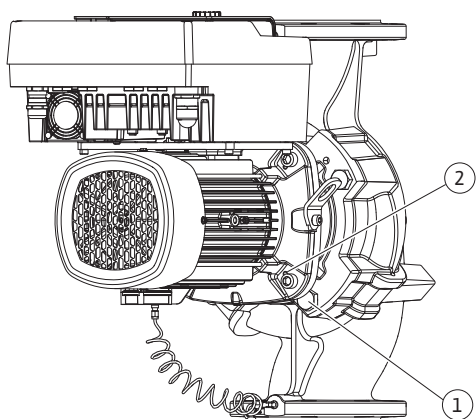

Fig. 10: Отжатие съемного блока через резьбовые отверстия
- Отжать съемный блок (см. Fig. 4) от корпуса насоса. Для этого использовать два резьбовых отверстия (см. Fig. 10). С этой целью ввернуть винты M10 подходящей длины в резьбовые отверстия.
6. Отжать съемный блок (см. Fig. 4) от корпуса насоса. Для этого использовать два резьбовых отверстия (см. Fig. 10). С этой целью ввернуть винты M10 подходящей длины в резьбовые отверстия.